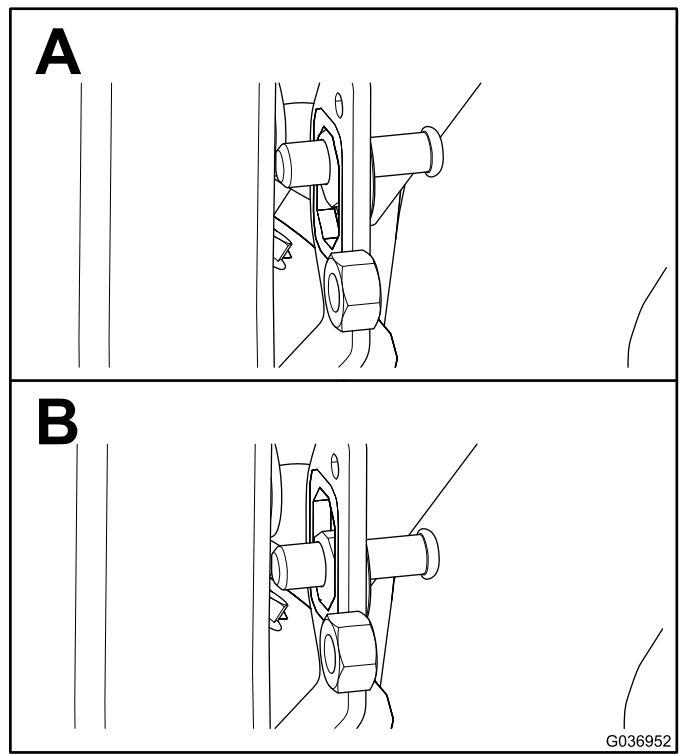

Figura 4
1. Centre el pasador del cierre en el soporte del pasador de cierre en el raíl (Figura 4).